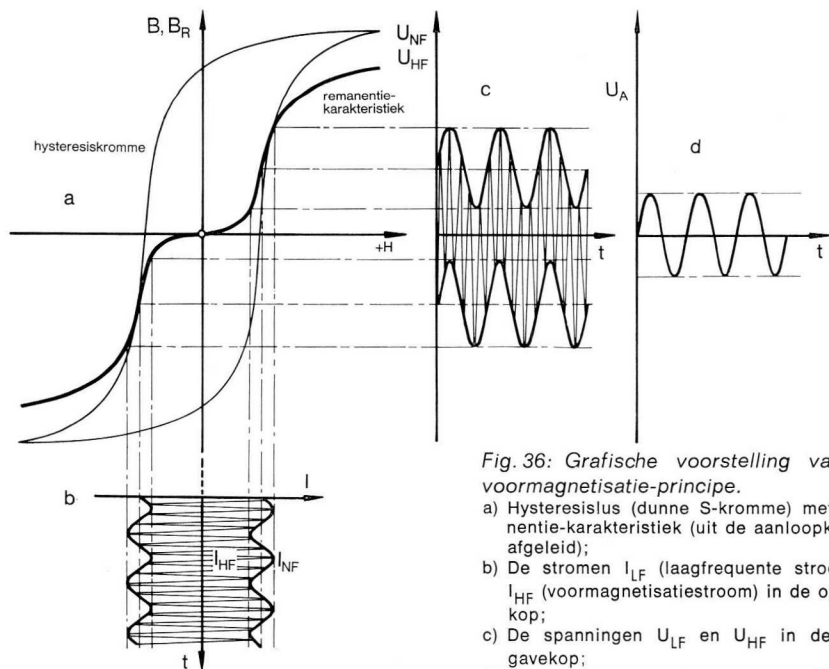

Fig. 36: Grafische voorstelling van het voormagnetisatie-principe.
- Voormagnetisatie** Om het →werkpunt uit het kromme gedeelte van de →remanentie-kenlijn (ook werklijn), waardoor de niet lineaire →vervormingen ontstaan, in het midden van het rechte gedeelte te leggen, wordt de magneetband met een →HF-stroom die door de →opnamekop vloeit voorgemagnetiseerd. De →LF- (spraak of muziek) is op deze HF gesuperponeerd (→superpositie), ze ligt als het ware boven op de HF en wordt onvervormd weergegeven, →fig. 36, blz. 77.
- Weerstand** De elektrische weerstand van b.v. een geleider is gedefinieerd als de verhouding van de spanning (U) aan de uiteinden van deze geleider tot de stroomsterkte (I) door deze geleider (→wet van Ohm). Er zijn goede geleiders (zilver, koper) met een kleine weerstand en slechte geleiders (constantaan, kolen) met een grote weerstand. In de praktijk wordt een schakel-element met een bepaalde weerstandswaarde zonder meer ook „weerstand“ genoemd. Bestaat een dergelijke weerstand uit opgewikkeld draad (b.v. constantandraad), dan is de weerstandswaarde voor →wisselstroom tengevolge van de →zelfinductie groter als voor gelijkstroom. Tegenwoordig worden inductievrije weerstanden (laagweerstand) in grote hoeveelheden toegepast. Deze bezitten voor beide stroomsoorten dezelfde weerstandswaarde.
- Werkpunt** →Voormagnetisatie. Het snijpunt van het →LF→signaal met de →remanentie-curve (→fig. 36, blz. 77). De absis van dit snijpunt (= afstand tot de y-as in het assenkruis van
fig. 36) komt overeen met de  $\rightarrow$ amplitude van de  $\rightarrow$ HF- $\rightarrow$ voormagnetisatiestroom, waarop het  $\rightarrow$ LF-sigitaal gesuperponeerd is ( $\rightarrow$ superpositie). In de magneetbandtechniek betekent de „voormagnetisatie“ de sterkte van de door de  $\rightarrow$ opnamekop vloeiende HF-voormagnetisatiestroom in mA ( $\rightarrow$ Ampère) en wordt meestal werkpunt genoemd. Deze HF-stroom wordt zo ingesteld, dat de elektroakoestische eigenschappen van de magneetband, die hoofdzakelijk van de  $\rightarrow$ werkpunt-instelling afhankelijk zijn, optimaal worden.